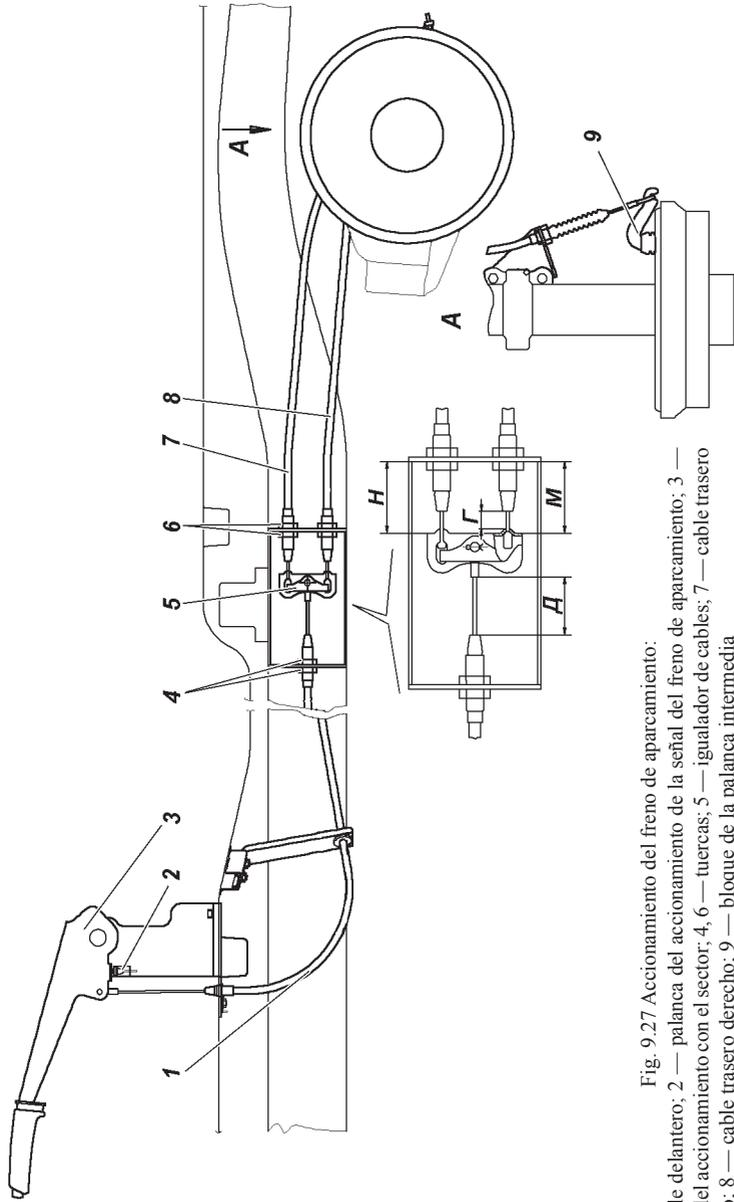

Fig. 9.27 Accionamiento del freno de aparcamiento:
Freno de aparcamiento de rueda que actúa sobre las zapatas de freno de las ruedas traseras (fig. 9.27).
3. Coloque la palanca del freno de aparcamiento 3 (fig. 9.27) en la posición inferior.
5. Girando las tuercas 4 y 6 seleccione el grado de flojedad de los cables 1, 7, 8. Es necesario mantener $G = 1$ mm (min), $D = 35$ mm (min) y la diferencia de las dimensiones M y N en no más de 6 mm (fig. 9.27). Al seleccionar la flojedad de los cables no se permite ningún movimiento de las palancas 9.